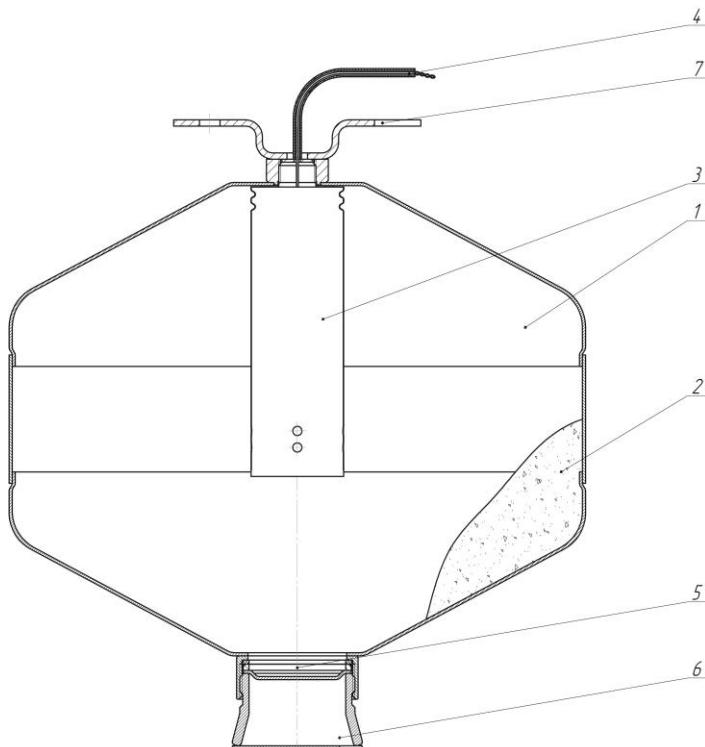

Рис. 3
3.1.1 МПП (рис. 3) состоит из корпуса **1**, в котором размещаются огнетушащий порошок (ОП) **2** и газогенерирующее устройство(ГГУ) **3** с электроактиватором **4**. В нижней части корпуса, выходное отверстие которого перекрыто мембраной **5**, находится насадок-распылитель **6**. Соединительные провода электроактиватора ГГУ **3** выведены через герметичный узел в корпусе МПП. В верхней части модуль снабжен кронштейном **7** для крепления к потолочному перекрытию.